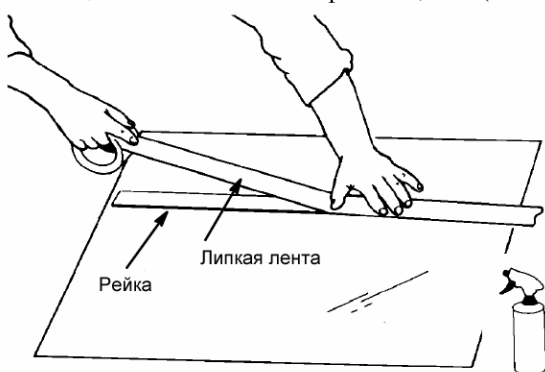

Рис. 7. Фиксация лентой рейки на основе
3. Зафиксировать рейку на поверхности основы с помощью липкой ленты шириной 5,1 см (Рис. 7).